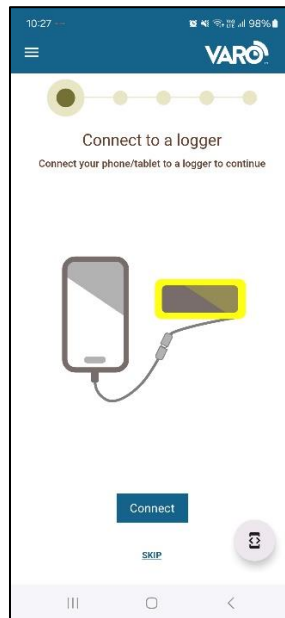

Figure 35 Tableau de bord de l'application Varo
- L'écran d'accueil de l'application mobile est illustré à la figure 35, cliquez sur le bouton de connexion pour télécharger les données de l'enregistreur de données. Les données seront téléchargées dans env. 1 minute.